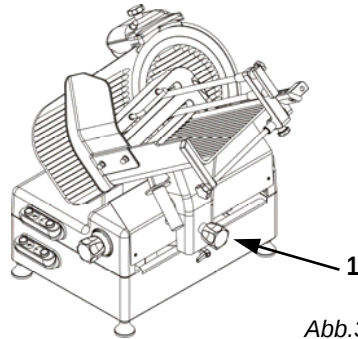

Abb.39
- überprüfen, ob der Teller mittels Festklemmdrehgriff gut befestigt worden ist (Abb. 39 Detail 1);